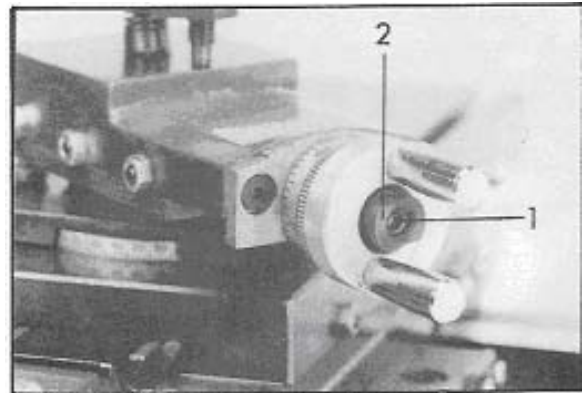

Рис. 28
Освободите резьбовой штифт (1, Рис.28). Отрегулируйте гайку (2) таким образом, чтобы винт не имел зазора в радиальном направлении. Закрутите гайку на резьбовом штифте.